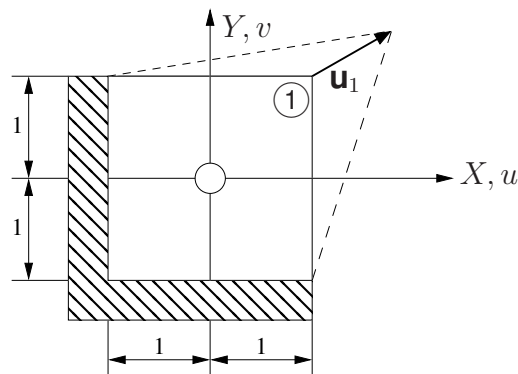

Abb. 1: Einheitsscheibe
Eine quadratische Einheitsscheibe ist an zwei Seiten unverschieblich gelagert. Die obere rechte Ecke ① verschiebe sich um $\mathbf{u}_1 = u_1 \mathbf{e}_x + v_1 \mathbf{e}_y$ (s. Abbildung 1). Die Dicke der Scheibe bleibt dabei unverändert.